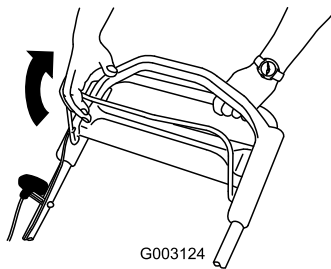

Bild 24
2. Ziehen Sie den Schaltbügel für das Schnittmesser gegen den Griff (Bild 24).